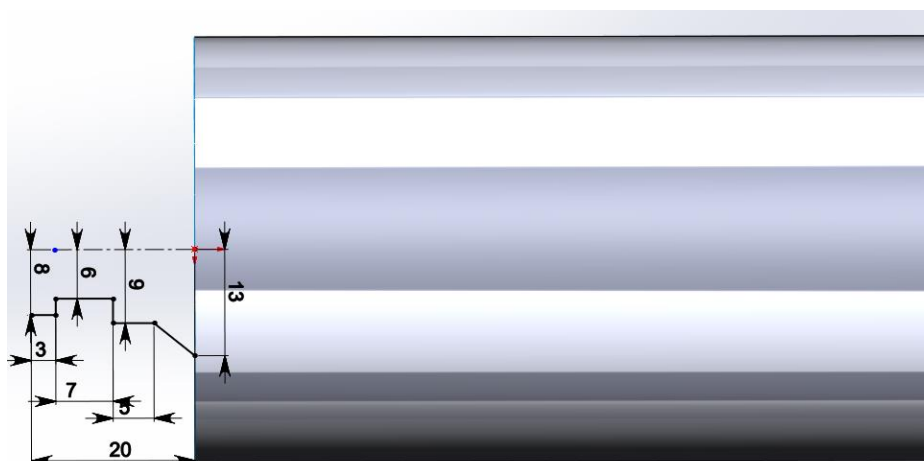

Рис. 10. Построение эскиза
12. Выбираем вид *Сверху* и строим эскиз, как показано на рис. 10.